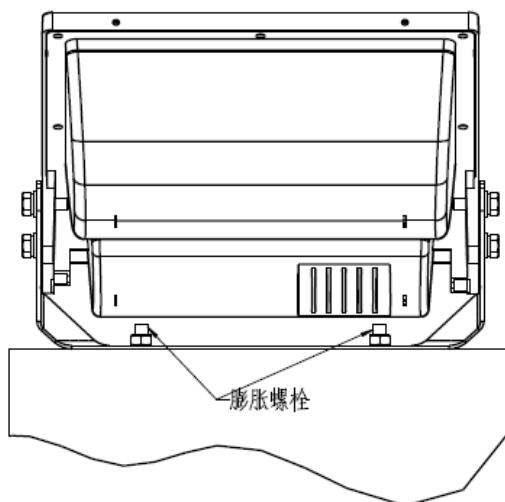

图3
3. 用膨胀螺栓M10\*100把支架固定到墙体上（如图3）；